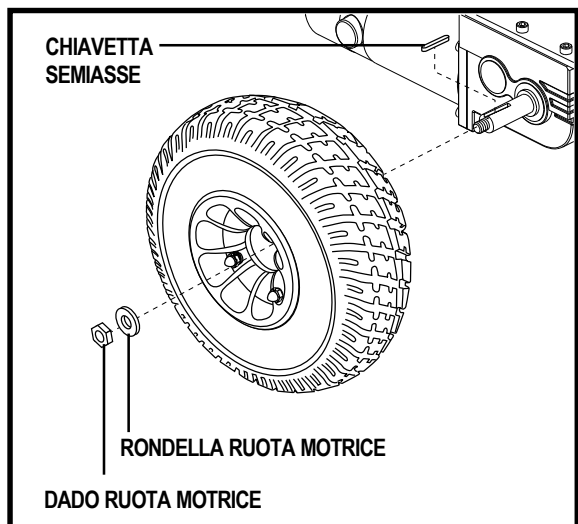

Figura 27. Ruota Motrice della Quantum 610
4. Rimuovere il bullone della ruota motrice e la rondella dall'asse. Vedere figura 27.